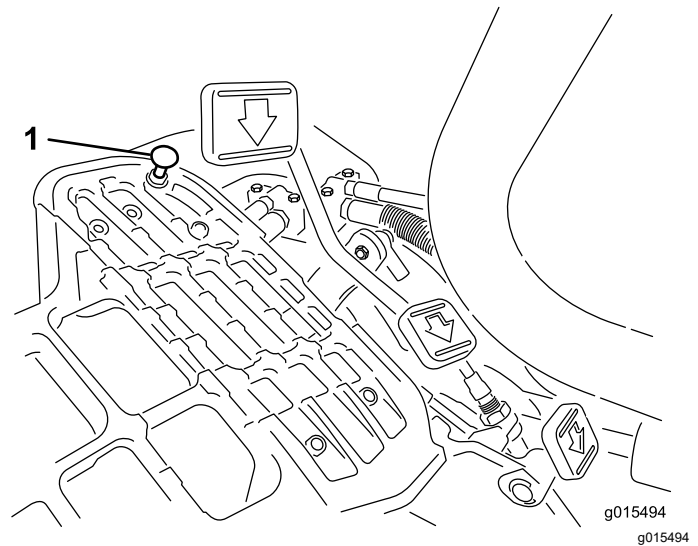

Figure 38
Pour obtenir la vitesse de transport maximale, placez le sélecteur de fonction en position de TRANSPORT et appuyez sur la pédale de déplacement. Si la pédale touche la butée (Figure 38) avant que la tension soit ressentie sur le câble, procédez comme suit :
1. Placez le sélecteur de fonction à la position de TRANSPORT et desserrez le contre-écrou de fixation de la butée de pédale au plancher (Figure 38).